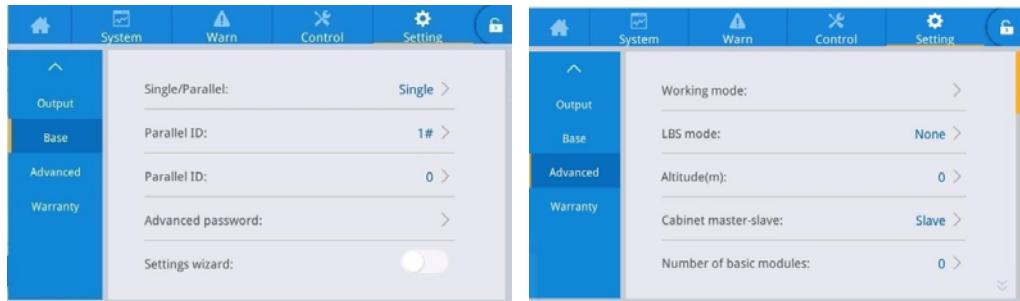

Рис. 4-8. Интерфейс настройки параллельных параметров
3. Установите количество ИБП в параллельной системе в [количество системных стоек] настроек основных параметров интерфейса настроек, как показано на Рис. 4-8.
4. Установите один ИБП параллельной системы как главный, а другие ИБП как подчиненные в [настройке главный-подчиненный стойки] (rack master-slave setup) расширенных настроек параметров в интерфейсе настроек. Параметр главный-подчиненный относится к порядку коммуникации главный-подчиненный стойки, то есть один ИБП является хостом для коммуникации мониторинга, а другие ИБП являются подчиненными для коммуникации мониторинга. Параметры других ИБП могут быть настроены на коммуникационном хосте, и подчиненные автоматически синхронизируют параметры главного (для независимого блока батарей параметры батареи не будут синхронизированы), как показано на Рис. 4-8.